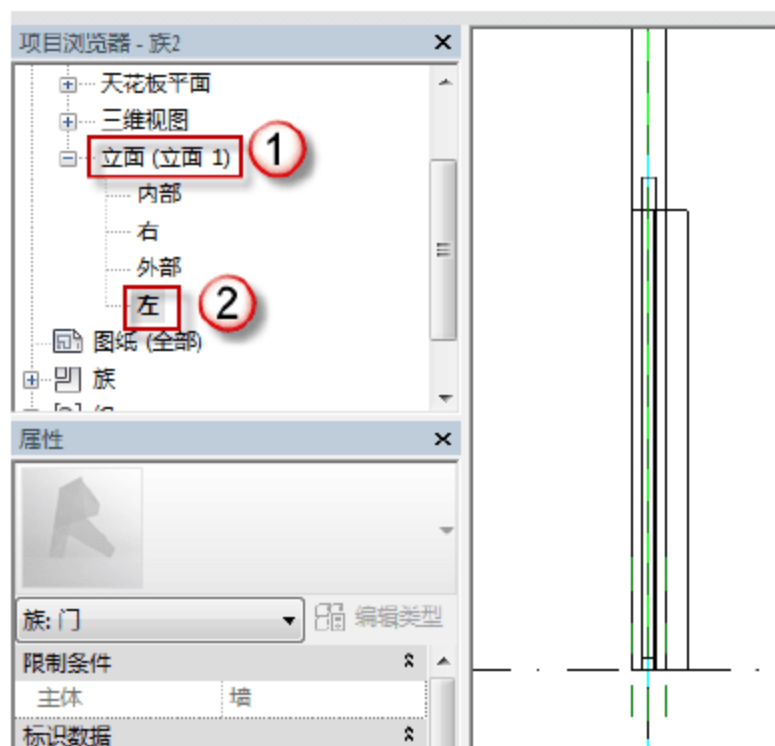

图 6.3.17 MC2430 门板的左立面图
(15) 修改 MC2430 门板的位置及厚度。选择“项目浏览器”中的“立面(立面1)”→“左”选项,可以进入 MC2430 的左立面视图,如图 6.3.17 所示。选择绘制好的门板,打开“属